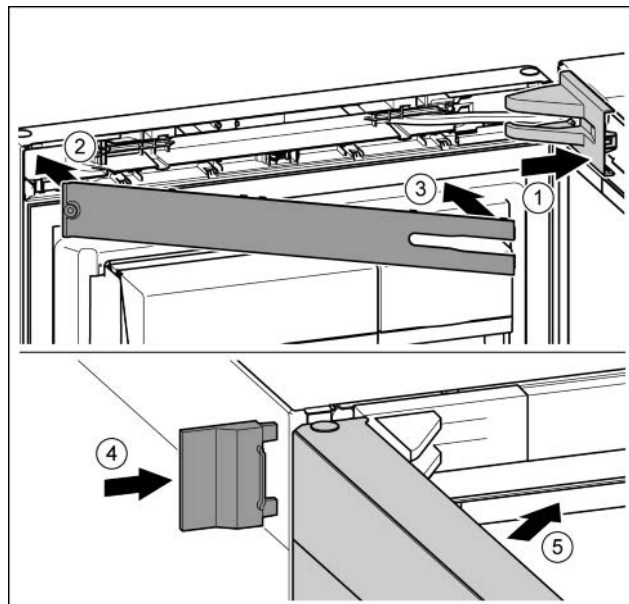

Fig. 41
- ▶ Крышку опорного кронштейна установить и зафиксировать, при необходимости, осторожно разжать. Fig. 41 (1)
- ▶ Установить накладку. Fig. 41 (2)
- ▶ Наклонить и защелкнуть накладку. Fig. 41 (3)
- ▶ Надвинуть внешнюю крышку. Fig. 41 (4)
- ▶ Заккрыть верхнюю дверь. Fig. 41 (5)